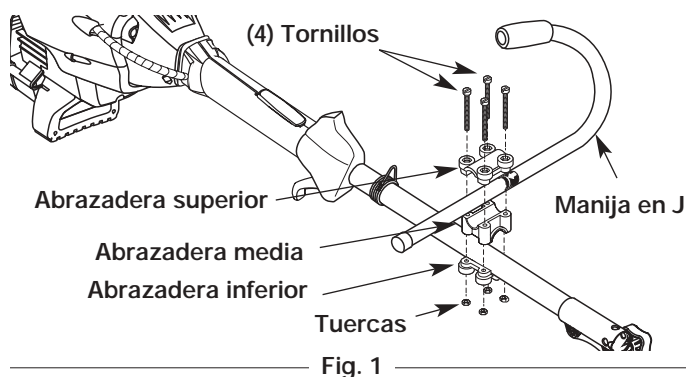

Fig. 1
1. Coloque la manija en J entre la abrazadera superior y la abrazadera media (Fig. 1).